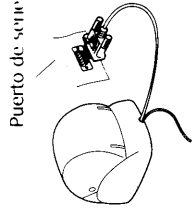

Figura 7
- 3 Cuando se le indique—y estando la impresora encendida—enchufe el conectar de serie al puerto de serie (COM) de su ordenador. Véase Figura 7.